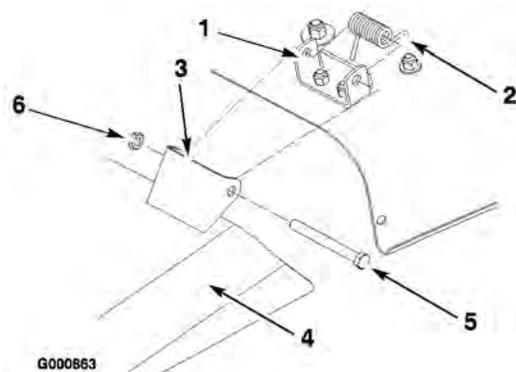

Figura 54
1. Retire la contratuerca, el perno y el muelle que sujetan el deflector a los soportes del cortacésped (Figura 54). Retire el deflector de hierba dañado o desgastado.
2. Coloque los muelles en los soportes del cortacésped con los extremos doblados enganchados en la parte trasera (Figura 54).
3. Alinee el deflector de hierba con los taladros del soporte, de manera que los extremos rectos del muelle queden en el espacio que hay debajo de la bisagra y encima del deflector (Figura 54).